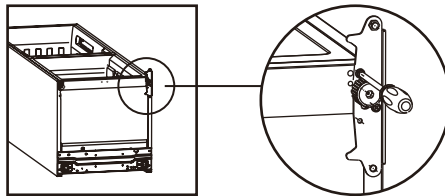

Рисунок 12
4. Отклоните холодильник на заднюю панель. Открутите ножки, а затем и нижнюю дверную петлю при помощи крестовой отвертки (рис. 12).